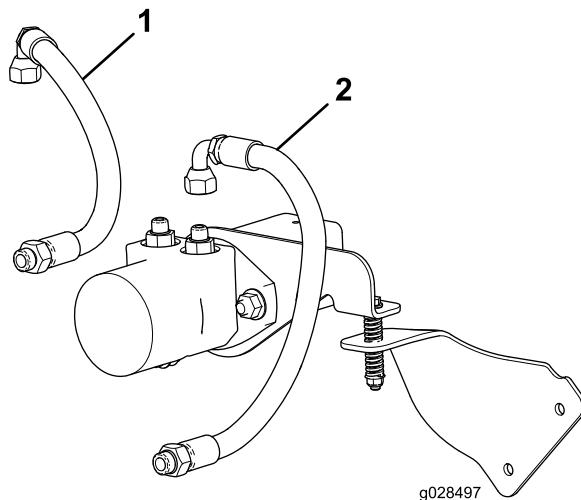

Figure 4
- Serrez les raccords sur les raccords à 90 degrés des 2 flexibles hydrauliques aux 2 raccords rapides (Figure 4) à un couple de 50 à 64 N·m.